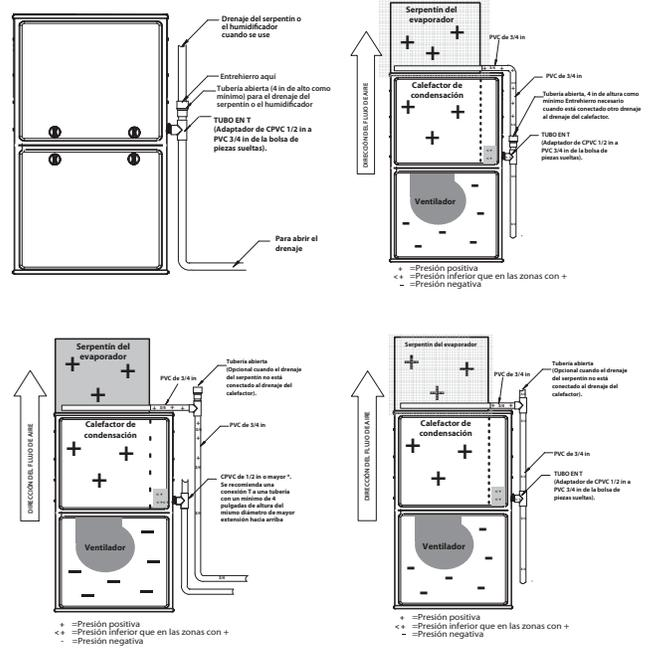

Fig. 12 – Ejemplo de conexión del drenaje in situ
Se requiere un juego de instalación horizontal (o arandela de trampa) para todas las instalaciones horizontales de ventilación directa. El juego contiene una arandela de goma para crear un sello entre el chasis del calefactor y la trampa de condensación. Consulte la Fig. 12.
- Todas las tuberías de condensación son de PVC de al menos 3/4 in y hay una conexión de descarga en T en la parte superior de la tubería de drenaje de condensación, como se muestra en la Fig. 12.